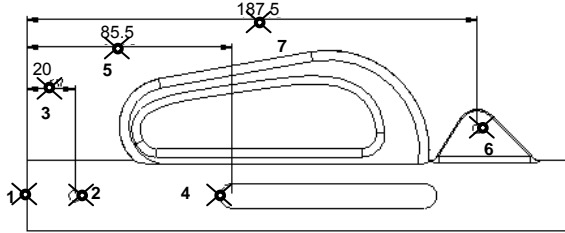

图 10.5.6 “公共参照”尺寸标注
下面以图 10.5.6 所示的零件模型 body 为例，说明在模型上创建草绘“公共参照”尺寸的一般操作过程。
Step2. 在 **ATTACH TYPE (依附类型)** 菜单中选择 **Midpoint (中点)** 命令，单击图 10.5.6 所示的 1 点处。
Step3. 在 **ATTACH TYPE (依附类型)** 菜单中选择 **Center (中心)** 命令, 单击图 10.5.6 所示的 2 点处 (2 点在圆的弧线上)。
Step4. 用鼠标中键单击图 10.5.6 所示的 3 点处, 确定尺寸文本的位置。
Step6. 在 **ATTACH TYPE (依附类型)** 菜单中选择 **Center (中心)** 命令, 单击图 10.5.6 所示的 4 点处 (4 点在圆的弧线上)。
Step7. 用鼠标中键单击图 10.5.6 所示的 5 点处, 确定尺寸文本的位置。
Step9. 在 **ATTACH TYPE (依附类型)** 菜单中选择 **Center (中心)** 命令, 单击图 10.5.6 所示的 6 点处 (6 点在圆的弧线上)。
Step10. 用鼠标中键单击图 10.5.6 所示的 7 点处, 确定尺寸文本的位置。